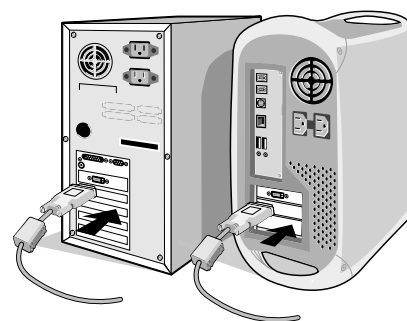

Figure A.1
2. Branchez le câble signal DVI au connecteur de la carte graphique de votre système (**Figure A.1**). Serrez toutes les vis.